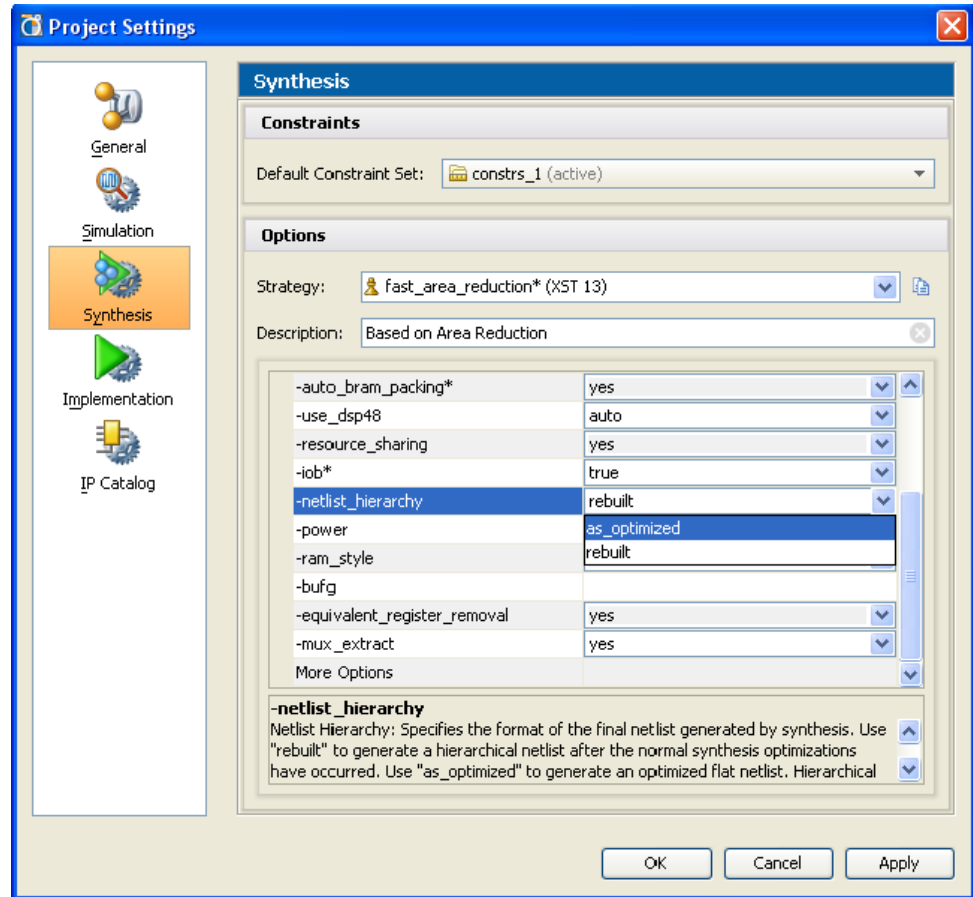

図 6-1 : [Project Settings] ダイアログ ボックスの [Synthesis] ページ
- [Tools] → [Project Settings] をクリックし、[Project Settings] ダイアログ ボックスの左側の [Synthesis] アイコンをクリックします (201 ページの図 6-1)。
XST でこのオプションを使用して問題が発生した場合は、[Project Settings] ダイアログ ボックスの [Synthesis] ページで `[-netlist_hierarchy]` オプションを `[as_optimized]` に戻してください (201 ページの図 6-1)。